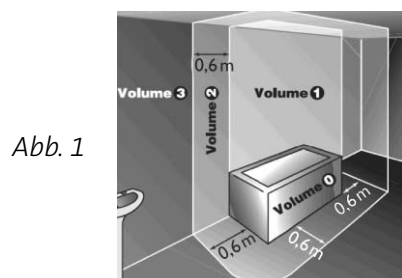

Abb. 1
- Den kan monteras i utrymme 2 och 3 (Fig. 1) i ett badrum, under förutsättning att den inte kan nås av en person som använder badkaret eller duschen. Den får aldrig anslutas till jord. Apparaten får aldrig monteras med nätanslutningen högst upp.
- Es kann im Bereich 2 und 3 (Abb. 1) eines Badezimmers montiert werden, sofern es nicht von einer Person, die sich in der Badewanne oder Dusche befindet, erreicht werden kann. Es darf nicht an eine Masseklemme angeschlossen werden. Dieses Gerät darf nie mit dem Netzteil an der Oberseite montiert werden.